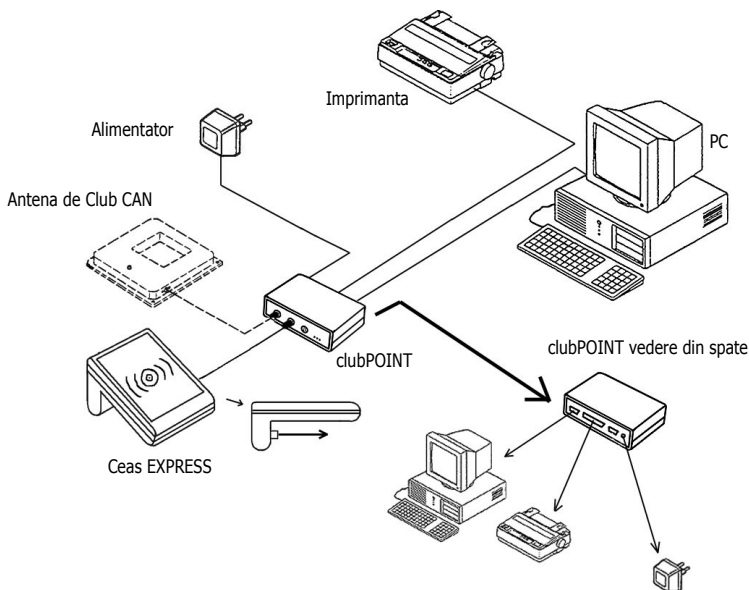

Figura 5.1 – Inregistrarea porumbeilor la Club
2. Ceasul EXPRESS este conectat la sistemul de Club ca in figura 5.1. Procedura de inregistrare se activeaza cu cheia de autorizare rosie.